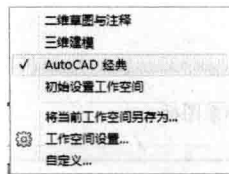
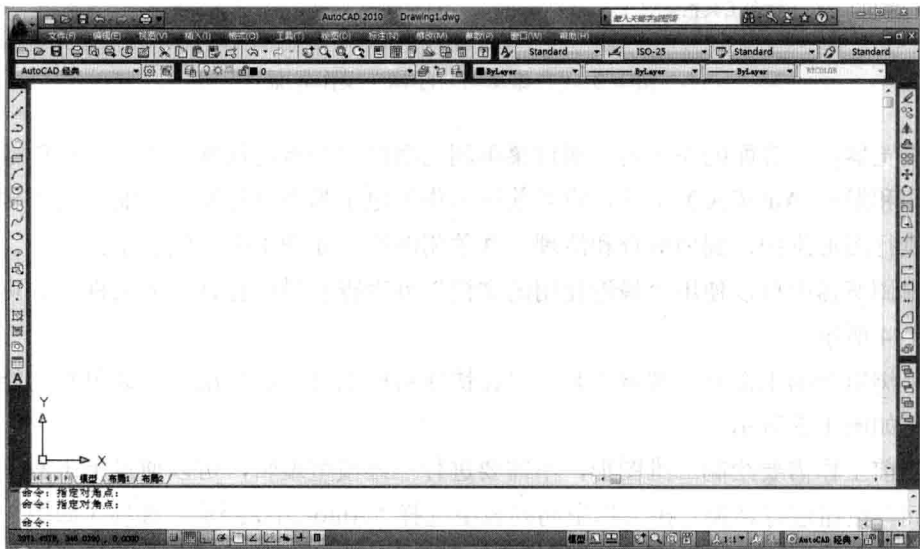

图 1-6 工作空间列表
图 1-7 “AutoCAD 经典”工作界面
(1) 当前工作需要绘制二维图形,不需要进行三维模型编辑,可以通过单击右下角的“切换工作空间”按钮进行切换。在工作空间列表中选择“AutoCAD 经典”选项(如图 1-6 所示)。“AutoCAD 经典”工作界面如图 1-7 所示。